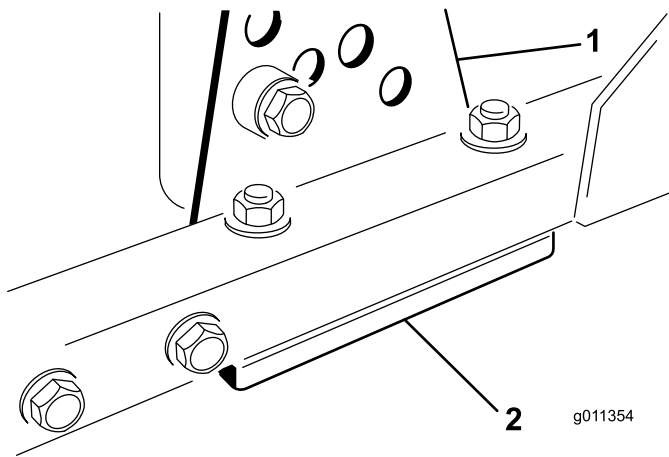

Figure 97
1. Retirez le support de hauteur de coupe (avant, gauche ou droit) du cadre de l'unité de coupe (Figure 97).
2. Placez des cales de 1,5 mm et/ou des cales de 0,7 mm entre le cadre et le support de l'unité pour obtenir la hauteur de coupe voulue (Figure 97).